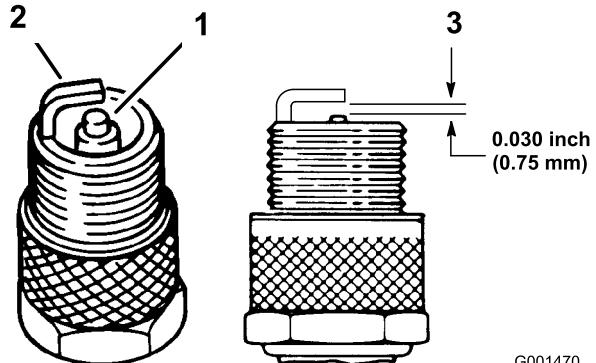

Рисунок 27
1. Осмотрите середину каждой свечи зажигания (Рисунок 27). Если вы видите на изоляторе светло-коричневый или серый налет, то двигатель работает должным образом . Черный налет на изоляторе обычно означает, что загрязнен воздушоочиститель.
2. Проверьте зазор между центральным и боковым электродами (Рисунок 27). Если зазор неправильный, отогните боковой электрод (Рисунок 27).
- Присоедините провода к свечам зажигания (Рисунок 27).